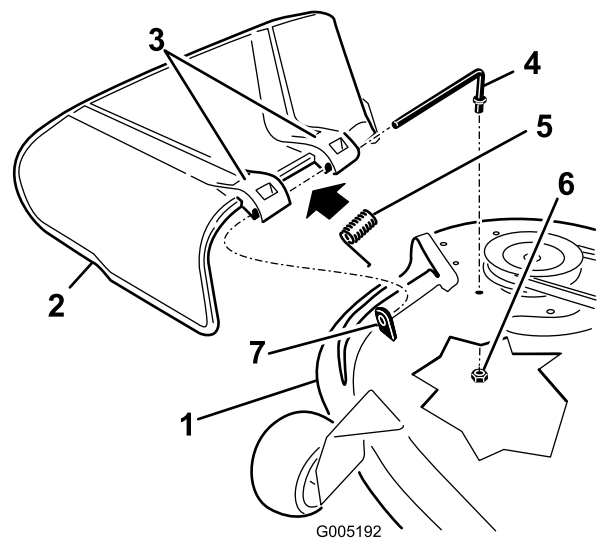

Bild 71
2. Nehmen Sie die Mutter (3/8 Zoll) aus der Stange unter dem Mähwerk ab (Bild 71).
3. Schieben Sie die Stange aus dem kurzen Vorsprung, der Feder und dem Ablenkblech (Bild 71). Entfernen Sie defekte oder abgenutzte Ablenkbleche.
4. Montieren Sie das Ablenkblech (Bild 71).
6. Setzen Sie die Feder mit den Enddrähten nach unten auf die Stange, zwischen die Ablenkblechhalterungen. Schieben Sie die Stange durch die zweite Halterung am Grasablenkblech (Bild 71).
7. Schieben Sie die Stange vorne am Ablenkblech in den kurzen Vorsprung am Mähwerk. Befestigen Sie das hintere Stangenende mit einer Mutter (3/8 Zoll) am Mähwerk (Bild 71).
1. Machen Sie die in Bild 71 gezeigten Teile ausfindig.